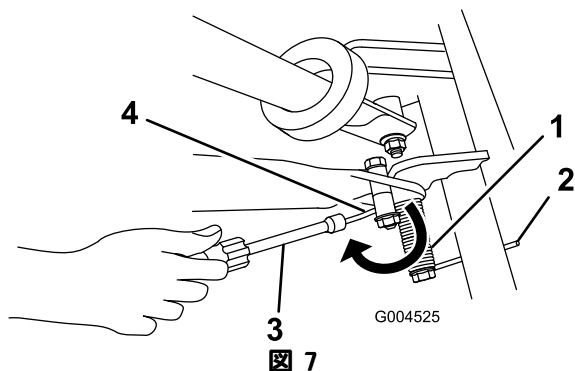

図 7
6. 後ろ向きに出ているスプリングの端にナット・ランナーをかぶせ、この端をキックスタンドのスペーサの下に引っ掛ける(図 7)。